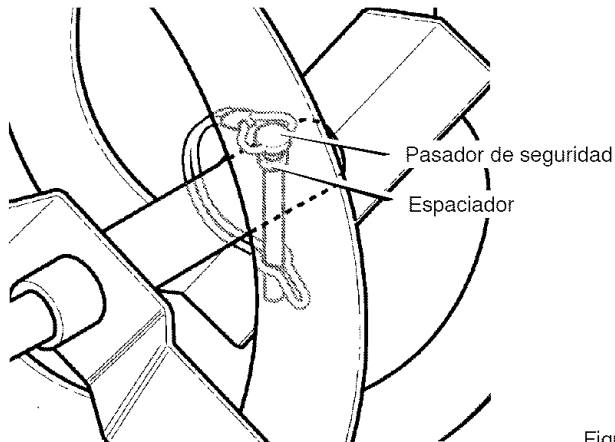

Figura 100
3. Alinee el agujero de la barrena con el agujero del eje de la barrena. Instale el nuevo **pasador de seguridad y espaciador**. Figura 100.